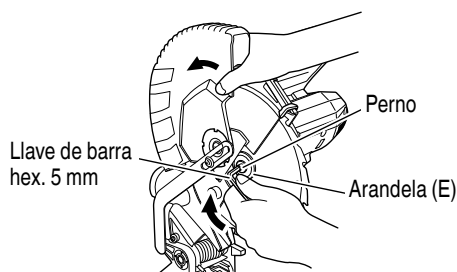

Fig. 36-b
- (6) Presione el bloqueador del huso y apriete el perno girándolo hacia la izquierda con la llave de accesorio estándar (llave de barra hex. 5 mm), como se indica en la Fig. 36-b.